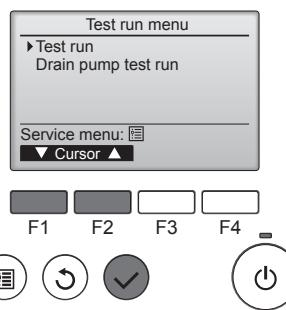

Fig. 6-4
- ④ Selecteer "Test run" (Proefdraaien) met de toets [F1] of [F2] en druk op de toets (2). (Fig. 6-4)